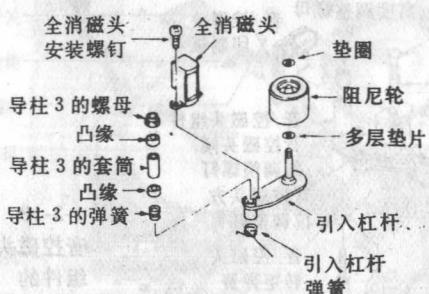

图1-3-21 导柱3和全消磁头的更换
- ① 反时针旋转导柱3上的螺母，拆下该螺母，如图1-3-21所示，再拆下凸缘。当更换新的凸缘和套筒时，按照与上述相反的步骤进行。
注意上下凸缘是共用件，可用于上下任一位置（图1-3-21）。
- ① 拆掉全消磁头上的2脚插头。
- ② 拆下全消磁头的安装螺丝，取下全消磁头（图1-3-21）。
- ③ 换上新的全消磁头并旋紧全消磁头安装螺丝。
- ④ 联接2脚插头。
- ⑤ 全消磁头的更换会引起直线性的较小变化，不需重调直线性，但需确认有关的项目，从磁带传输调整直线性的调整开始（参见1-4-3、(2)、(3)）。
- ① 拆下垫圈并更换阻尼轮，见图1-3-21。
- ② 阻尼轮更换之后，进行磁带传输调整中的直线性调整（参见1-4-4、(2)、(3)）。